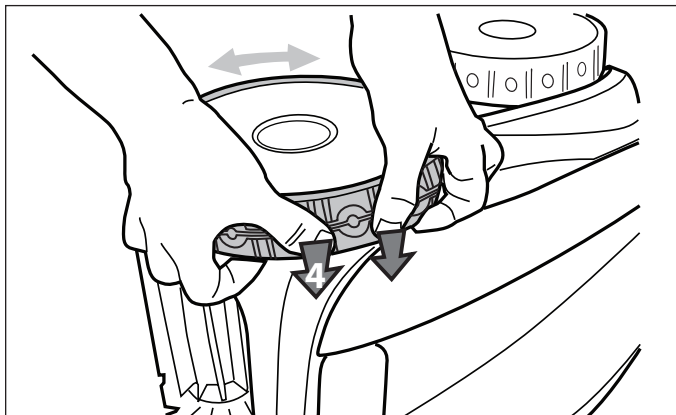

Figure 40. Remettre le pneu sur la roue
6. Pousser et placer la nervure du côté intérieur du pneu dans la rainure de la roue. Se référer à la Figure 40. Au besoin, faire tourner la roue doucement pour aider avec l'installation.